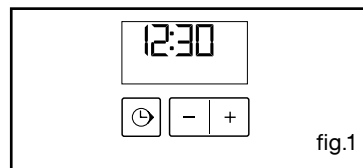

fig.1
Vérifiez que le programmateur affiche l'heure du jour et que celle-ci ne clignote pas. (fig.1).
- Dévissez le hublot (fig.1).